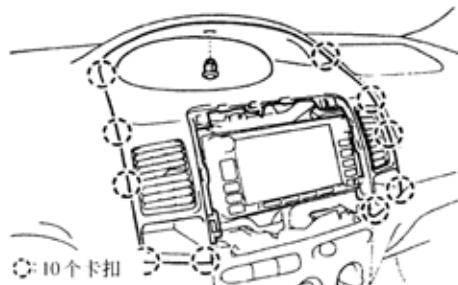

图 9-114
(1) 拆下夹钳。
(2) 松开 10 个卡扣，拆下仪表装饰板总成，如图 9-114 所示。